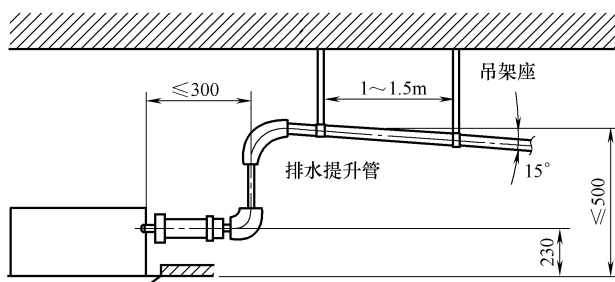

图 3-45 卡式天花式室内机冷凝水管安装示意图
- 3) 对水盘备用水嘴部分应进行妥善隔热处理, 以防止结露。排水管道高度应在图 3-45 所示的距离内。